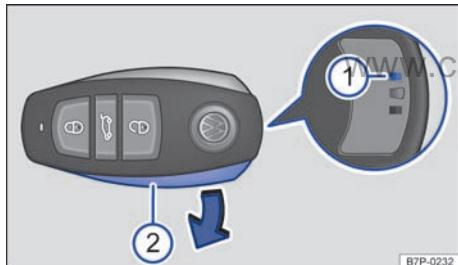

图 29 取下汽车钥匙内的电池盖板
电池位于汽车钥匙内一个盖板后 ⇒ 图 29。更换电池时要确保极性正确并使用相同型号的电池 ⇒ ①。
- 将盖板 ⇒ 图 29 ② 的左侧窄端插入汽车钥匙内，然后压入右侧宽端，直至盖板卡止。